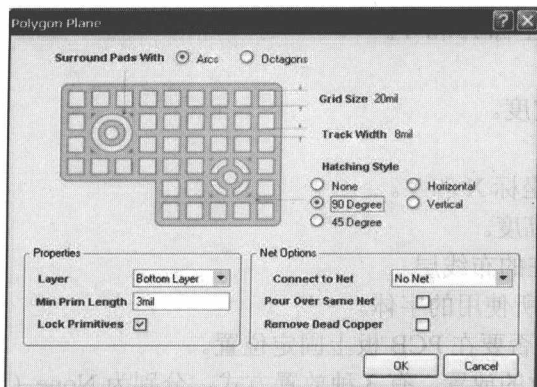

图 6-1 敷铜属性设置对话框
2. 进入敷铜的状态后, 系统将会弹出 Polygon Plane (敷铜属性) 设置对话框, 如图 6-1 所示。